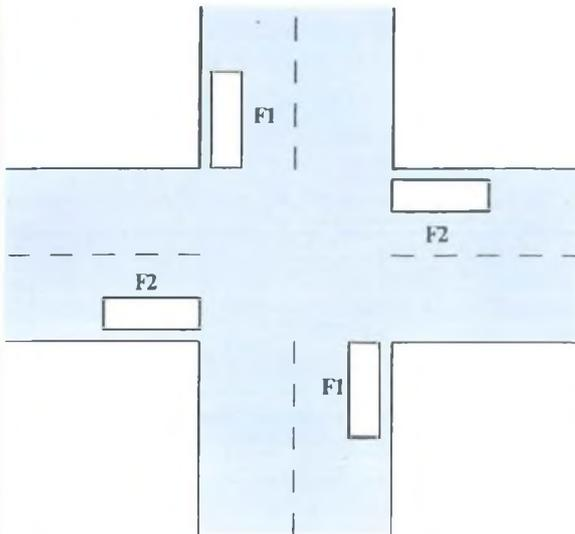
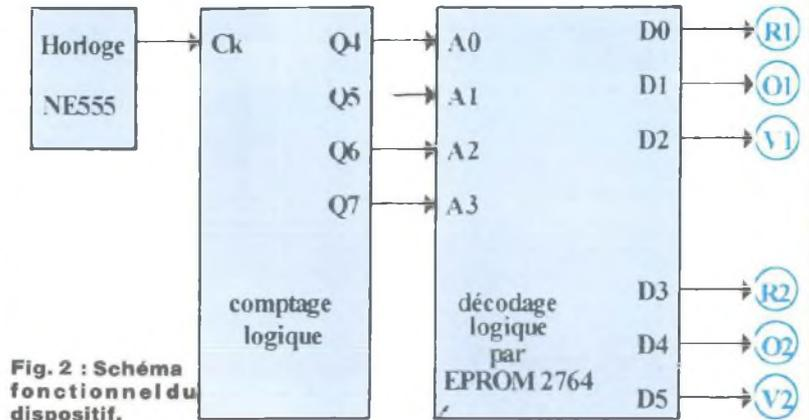

Fig. 1 : Implantation des feux sur le site.
Fig. 2 : Schéma fonctionnel du dispositif.
**L**e plan d'implantation de la figure 1 présente l'organisation matérielle telle qu'elle a été prévue : sur les quatre feux du carrefour, chacun des feux d'une même voie est identique. Il suffit donc de générer trois signaux distincts pour le feu 1 (R1, O1 et V1) et le feu 2 (R2, O2 et V2) : notre montage comportera 6 sorties au total, chaque sortie devant piloter un groupe de 2 LED identiques dans la configuration complète. En ce qui concerne l'électronique de commande, le schéma fonctionnel de la figure 2 dévoile une structure très dépourillée : un circuit d'horloge, un compteur binaire et une EPROM assurant le décodage des feux.